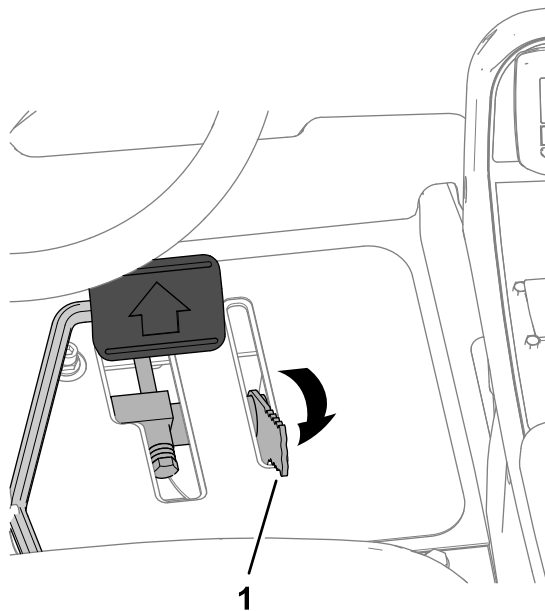

Figura 47
3. Mueva la palanca del limitador de la velocidad de siega hacia atrás a la posición de TRANSPORTE (Figura 47).